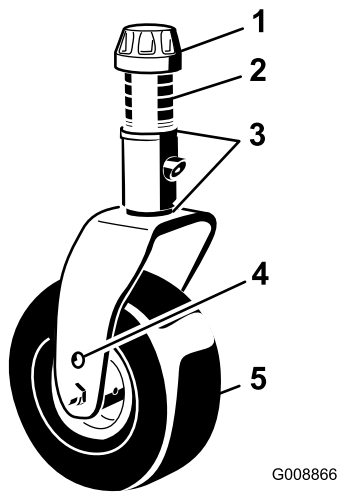

Bild 17
3. Entfernen Sie die Spannkappe von der Spindelwelle (Bild 17) und ziehen die Spindel aus dem Laufradarm heraus. Ziehen Sie zwei Beilagscheiben (3 mm) so auf die Spindelwelle, wie sie ursprünglich montiert waren. Diese Beilagscheiben sind erforderlich, um alle Mähwerke über die Breite auf ein Niveau zu bringen. Schieben Sie die entsprechende Anzahl von Distanzstücken (13 mm) (siehe die nachstehende Tabelle) auf die Spindelwelle, um die gewünschte Schnitthöhe zu erhalten; schieben Sie dann die Scheibe auf die Welle.